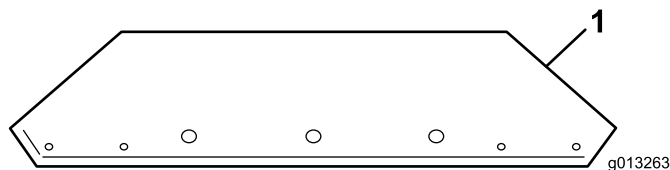
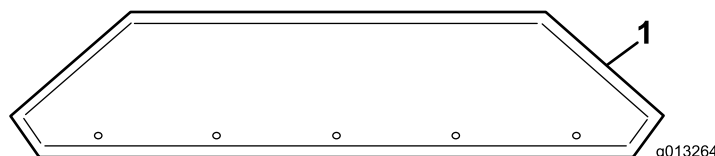

図 10
図 11
- 出荷用の箱から前用プレートと後ろ用プレートを取り出す (図 10と図 11)。